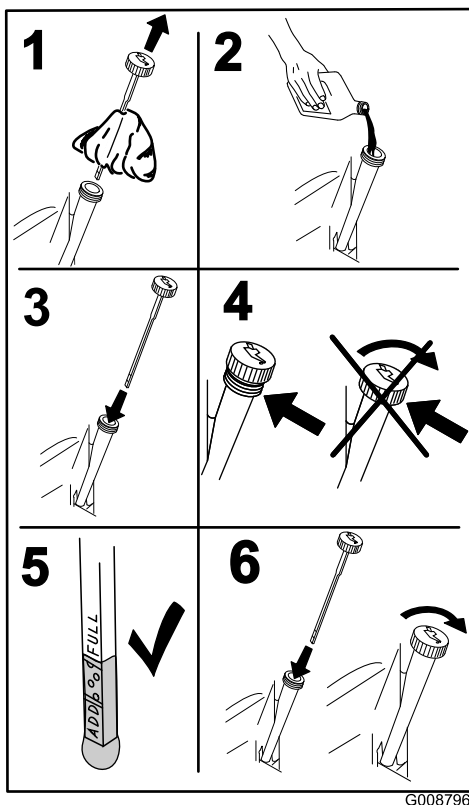

Figura 40
4. Retire la varilla y límpiela con un paño limpio (Figura 40).